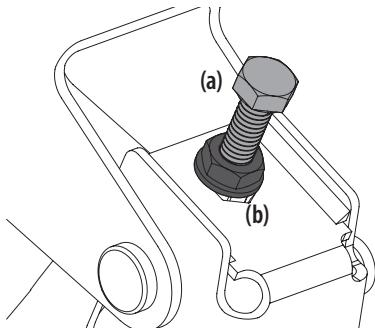

Figure 38
- Localisez les boulons de réglage (a) à gauche et à droite du plateau. Consultez la Figure 38.
- Desserrez, mais ne retirez pas, les contre-écrous (b) du boulon de réglage. Ajustez le boulon de réglage droit ou gauche vers le haut ou le bas, le cas échéant, jusqu'à ce que les hauteurs de chaque côté soient égales. Consultez la Figure 38.